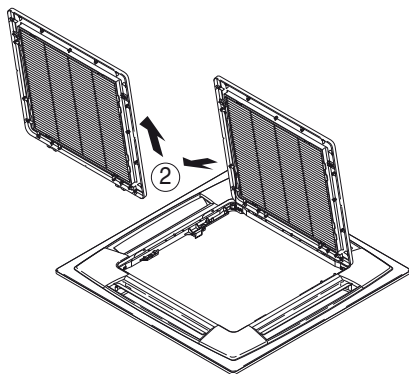

Fig. 7-2
- 3) Com a grade de admissão de ar aberta, retire a dobradiça da grade do painel de tecto deslizando-a na direcção mostrada pela seta ②. (Fig. 7-2) (Reinstale a grade de admissão de ar após a instalação do painel de tecto.)